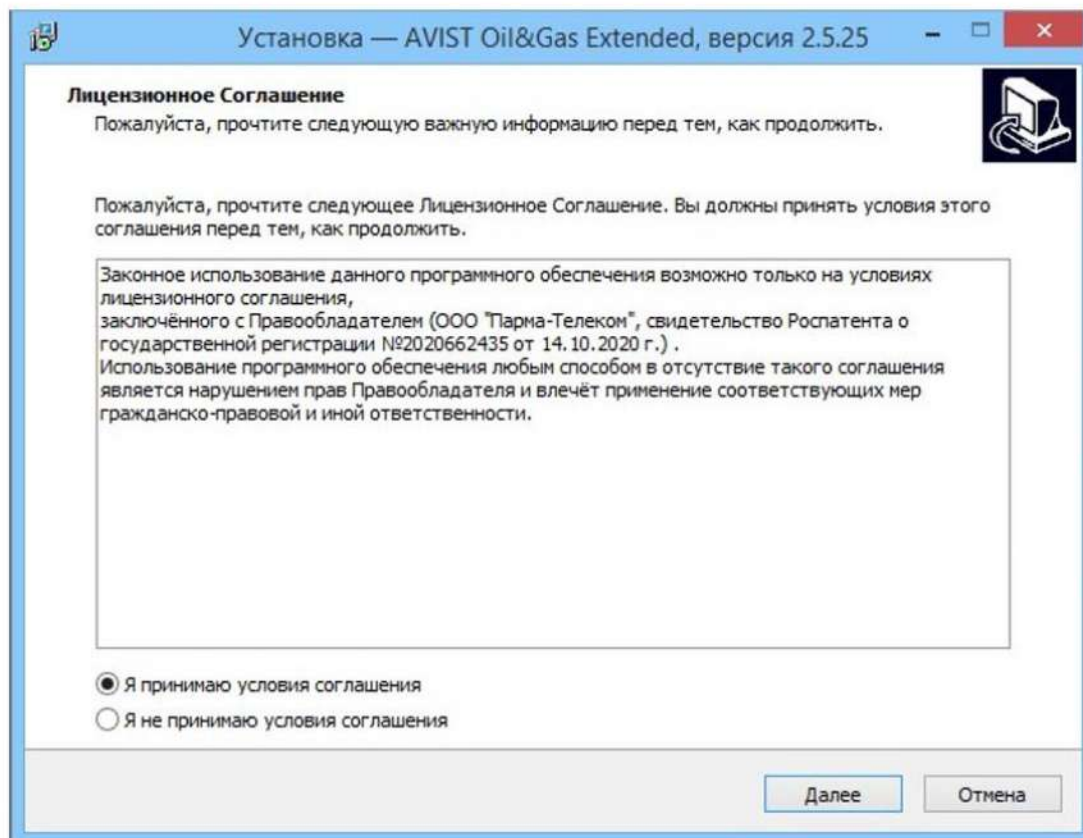

Рисунок 17 - Лицензионное Соглашение
- 3) В открывшемся окне инсталлятора прописано Лицензионное Соглашение, с которым необходимо ознакомиться и принять условия соглашения, отметив «Я принимаю условия соглашения» и нажать кнопку «Далее» (Рисунок 17).